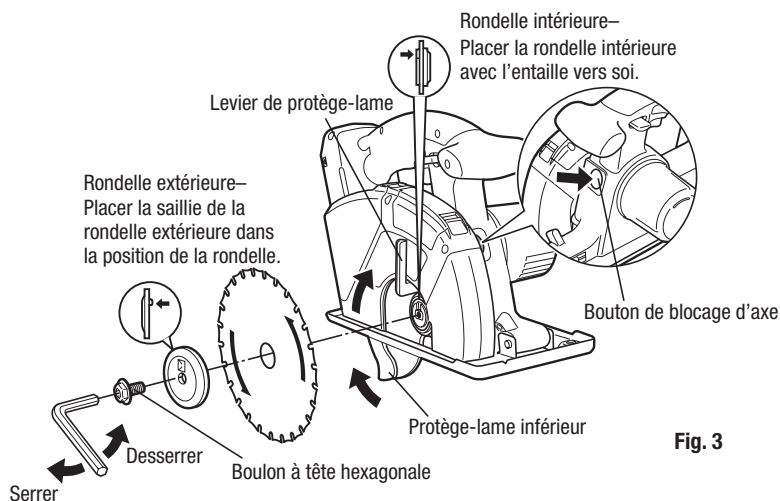

Fig. 3
2. La lame est-elle montée correctement ? Vérifier que le boulon à tête hexagonale est bien serré (Fig. 3).
4. Poser la lame comme indiqué à la Fig. 3. S'assurer que la flèche figurant sur la lame et la flèche sur le protège-lame transparent pointent toutes deux dans le même sens.